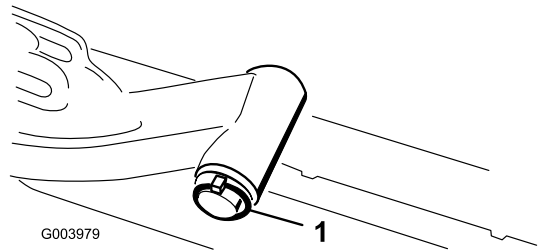

图12
- A. 拆下将提升臂枢轴固定至提升臂的锁扣销和垫圈，将提升臂枢轴滑出提升臂（图12）。
C. 将提升臂轴插入提升臂，使用垫圈和锁扣销将其固定（图12）。